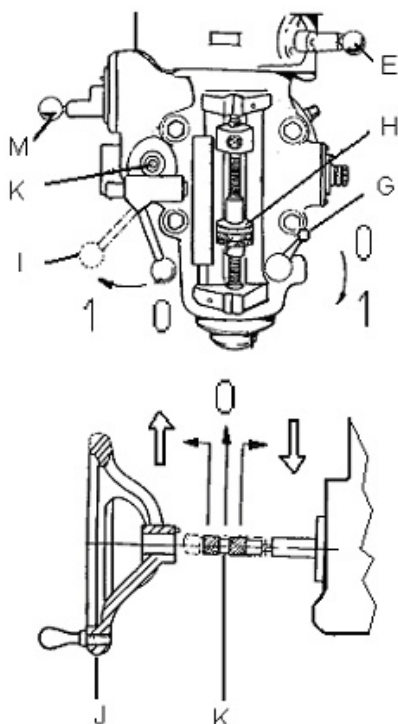

Рис.9
- **ходовой винт для перемещения стола по вертикали (С, Рис. 9).**
Наполнить масленку (А, Рис.9) маслом.